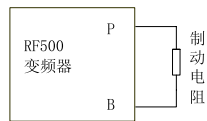

图 4-1
18.5KW 及以下规格 R500 变频器的制动电阻连接如图 4-1 所示。